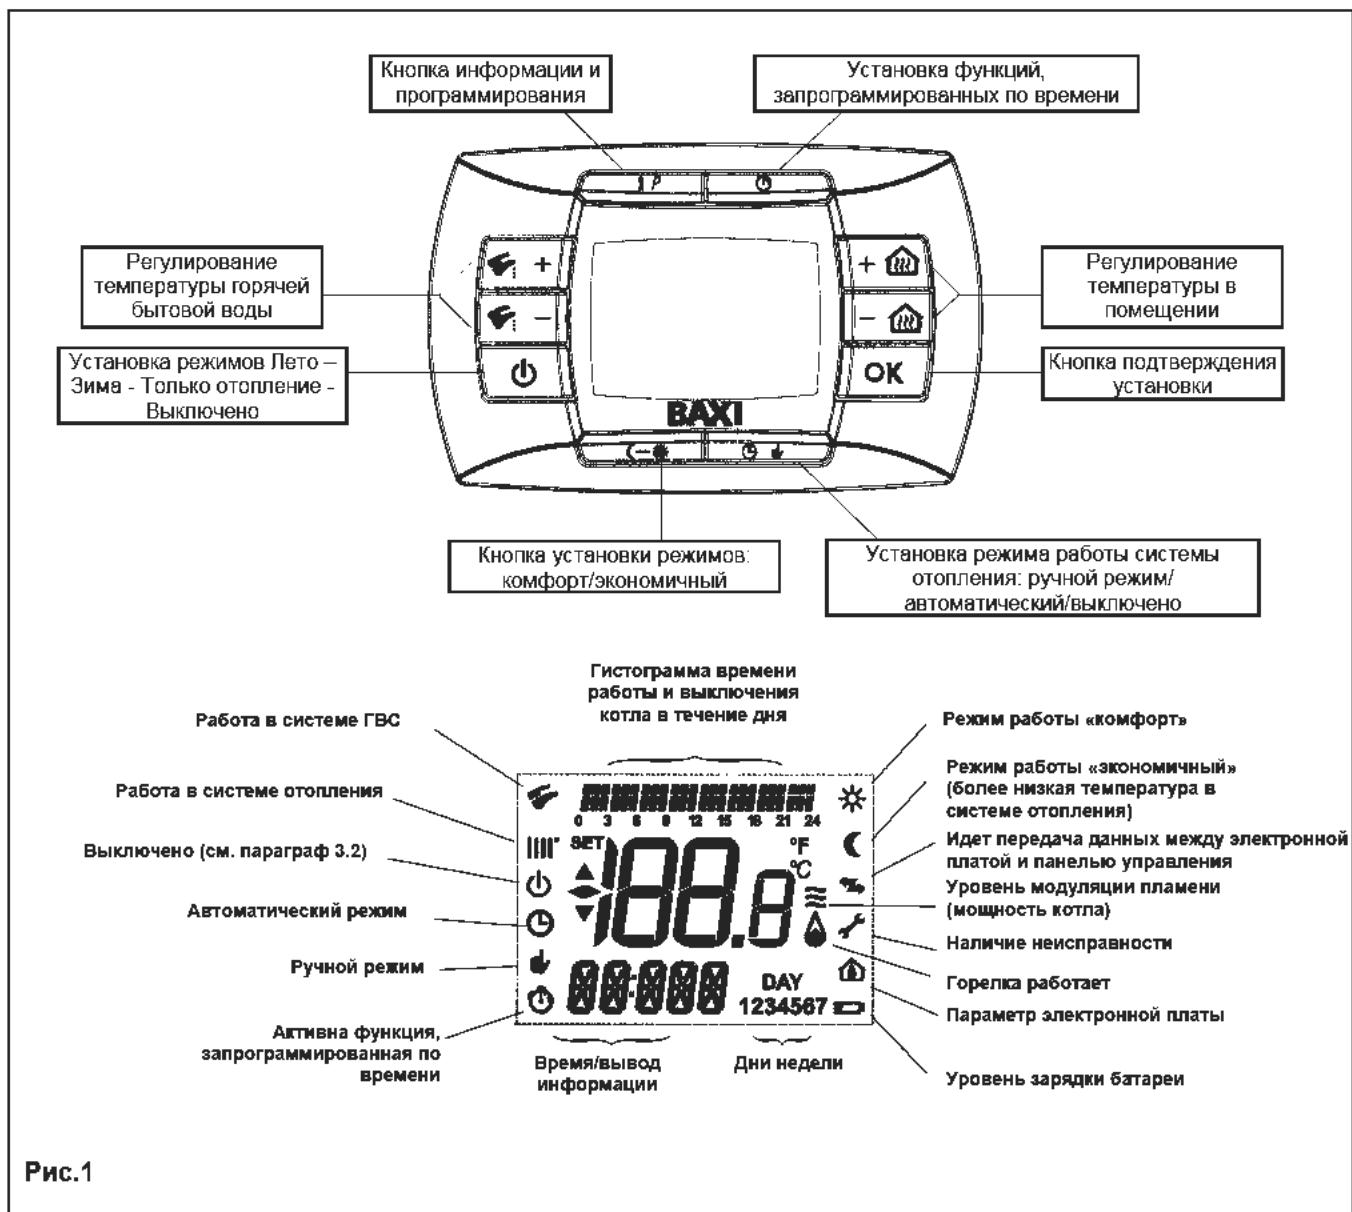

Рис.1
- нажать кнопку цифровой панели управления (рис.1), чтобы установить режим работы котла (см. параграф 3.2).
Регулирование температуры в помещении (III) и температуры горячей бытовой воды (H) осуществляется с помощью кнопок +/- (см. рис.1).
Во время работы котла на систему отопления на дисплее (рис.1) появляются символ (III) и температура в помещении (°C).
Во время работы котла на систему ГВС на дисплее (рис.1) появляются символ (H) и температура в помещении (°C).